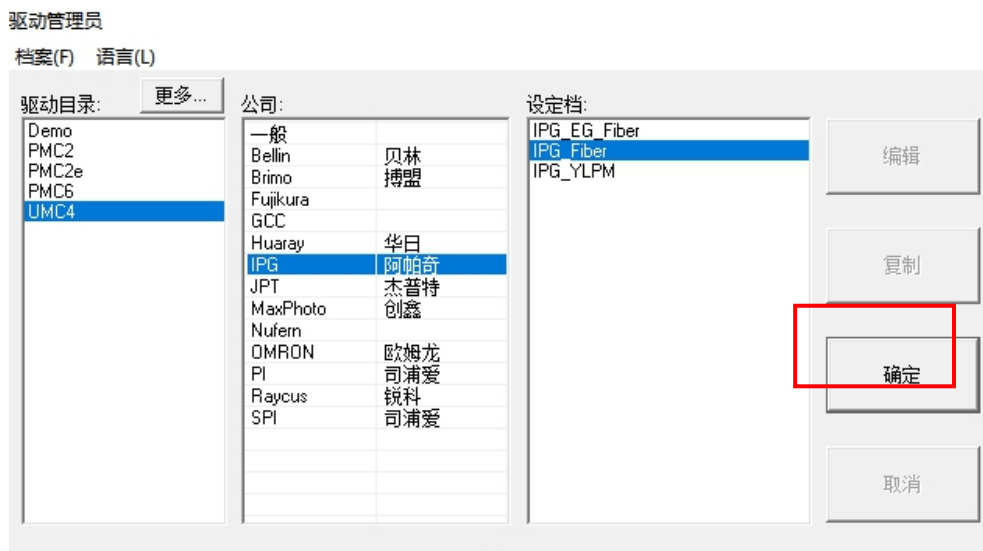

图 5
- (5) 选择驱动程序，依照所安装的打标板卡选择适合的硬件驱动程序，此打标机安装的是 UMC4 板卡，所以点选 UMC4，并选择 IPG-Fiber，见下图 5。点击“确定”进入下一步，